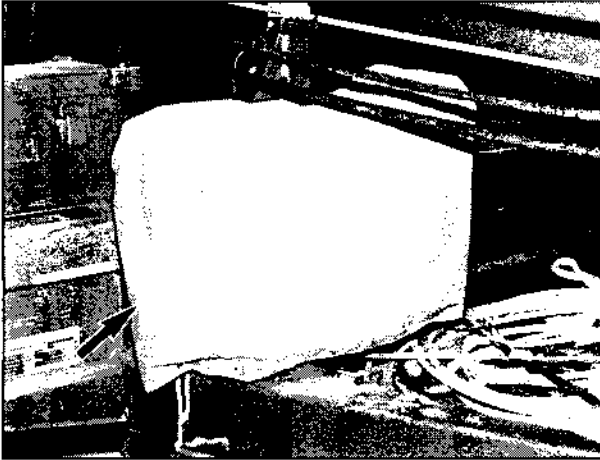

Bild 143
1. Abdeckhaube (Bild 143/Pfeil) über der Elektrowinde abnehmen.